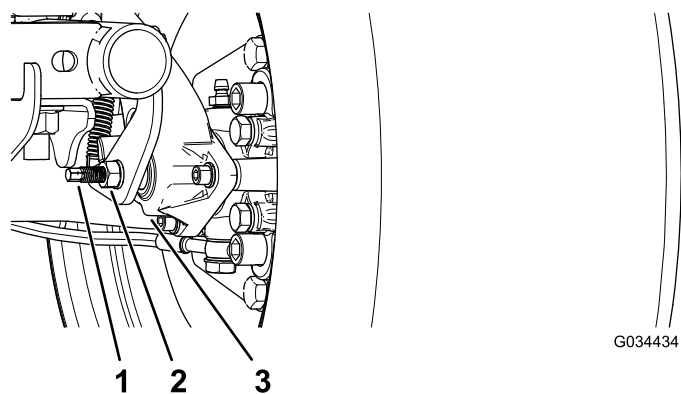

Figura 63
3. Usando 2 llaves, sujete el espárrago de ajuste de la pinza con una llave y afloje la contratuerca ¼ de vuelta con la otra llave (Figura 63).
4. Sujetando el espárrago de ajuste y la contratuerca para que no se muevan, gire el espárrago de ajuste hacia dentro para apretarlo (Figura 63).
- Sujetando el espárrago de ajuste y la contratuerca para que no se muevan, afloje el espárrago $\frac{1}{4}$ de vuelta (Figura 63).
- Sujetando el espárrago de ajuste y la contratuerca para que no se muevan, apriete la contratuerca (Figura 63).